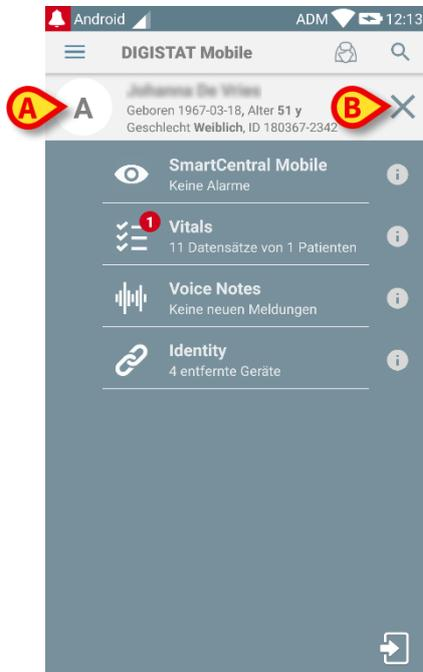

Abb. 37
Auf diese Weise wird der Patient ausgewählt (Abb. 37).
Die Patientendaten befinden sich oben auf der Seite (Abb. 37 **A**). Alle Daten in allen DIGISTAT® Mobile-Modulen werden nun nach dem Patient gefiltert (d.h. alle Alarme/Meldungen oder nur die bezüglich des gewählten Patienten werden angezeigt).
- Berühren Sie das in Abb. 37 **B** gezeigte Kreuz, um den Patienten abzuwählen und wieder zum Modus "Alle Patienten" zurückzukehren.
Auf diese Weise wird der Patient ausgewählt. Die in Abb. 37 angezeigte Bildschirmseite (Beispiel) wird angezeigt.
Auf diese Weise wird der Patient ausgewählt. Die in Abb. 37 angezeigte Bildschirmseite wird angezeigt.